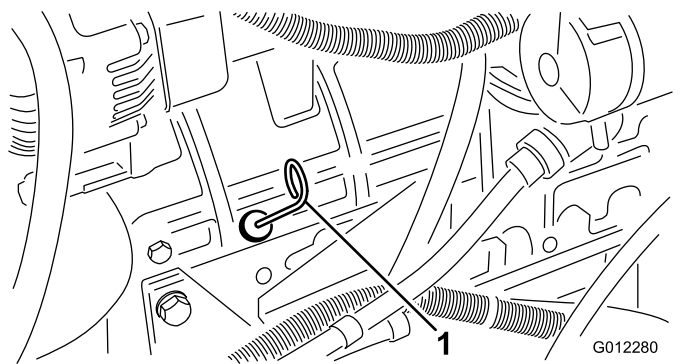

Figura 36
3. Togliete l'asta di livello, asciugatela e reinsertetela (Figura 36).